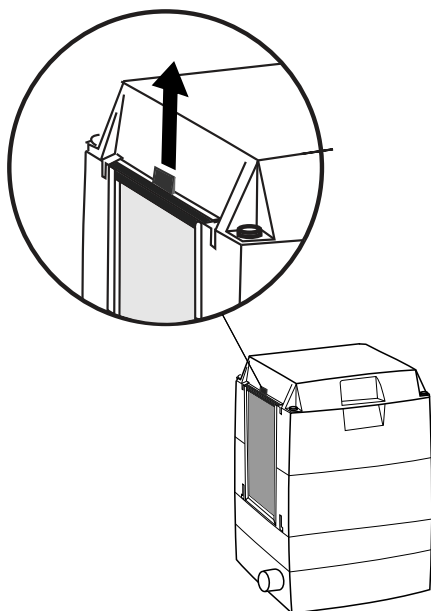

Figura 6.1 Remover a cassete de filtro
1. Retire a cassete de filtro fazendo-a deslizar para cima de acordo com *Figura 6.1*.